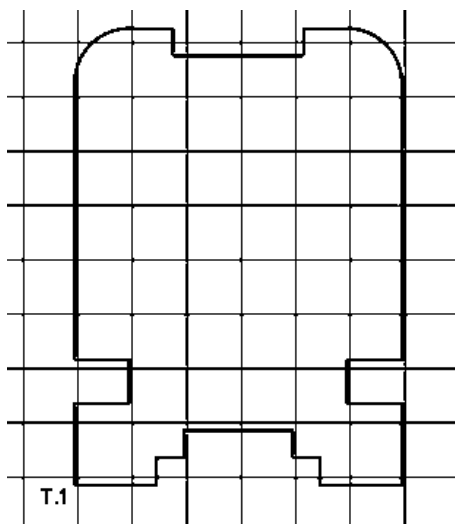

Рис. 48. Создание контура
- 2.5. Конечная фигура должна иметь данный вид (рис. 48).